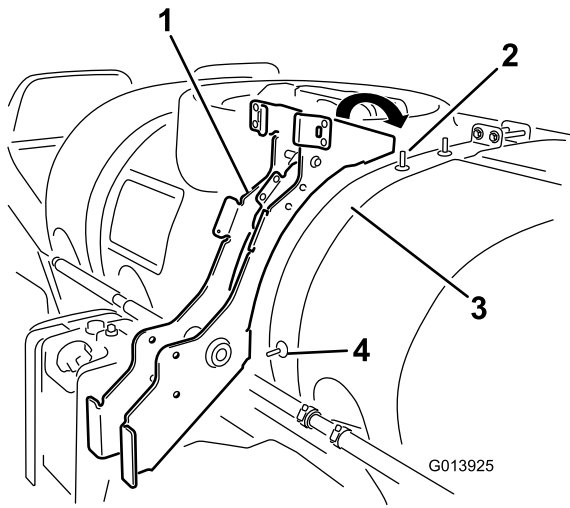

Figura 9
3. Instale el bastidor sobre el fleje del depósito alineando el taladro inferior del bastidor con el perno expuesto del lateral del fleje del depósito, y el taladro superior con el perno superior del fleje del depósito, según se muestra en Figura 9.